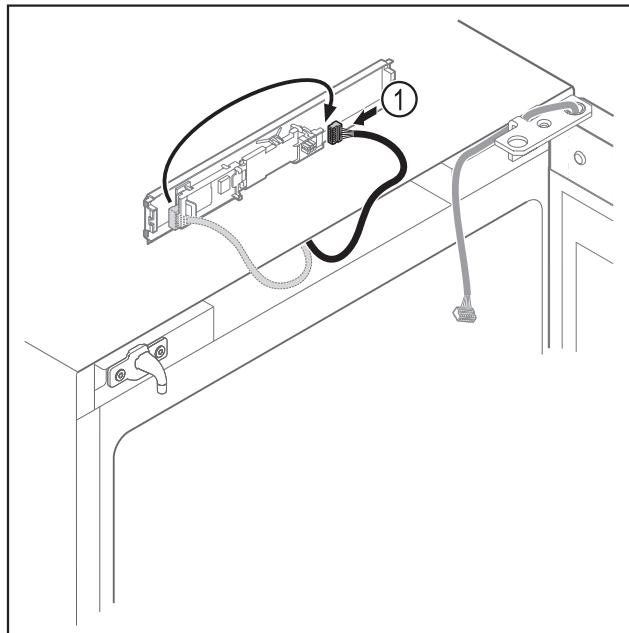

Fig. 19
- Lidhni spinën Fig. 19 (1) në qark në anën tjeter.